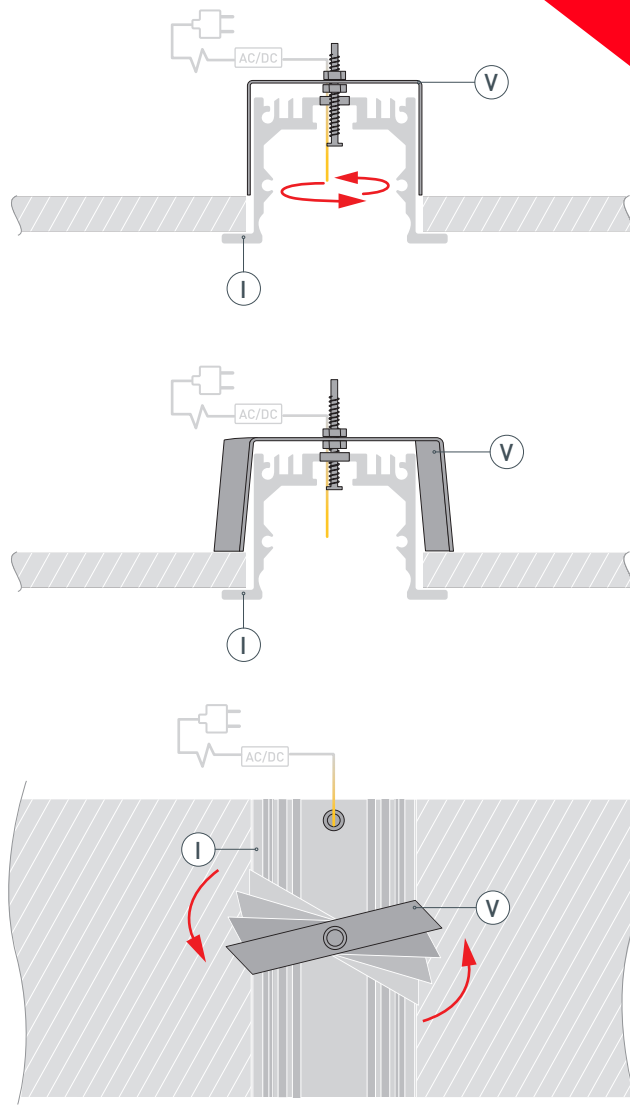

Рис. 2. Фиксация держателя, вид сверху
- 3 / Проведите кабель питания через изоляционную втулку в профиле **I** и установите профиль **I** в паз на поверхности. Чтобы зафиксировать профиль **I** на поверхности, поверните держатель **V** таким образом, чтобы его ребра плотно прижались к боковым стенкам профиля (рисунок 2.). Положение держателей **V** зафиксируйте с помощью винтов из комплекта.